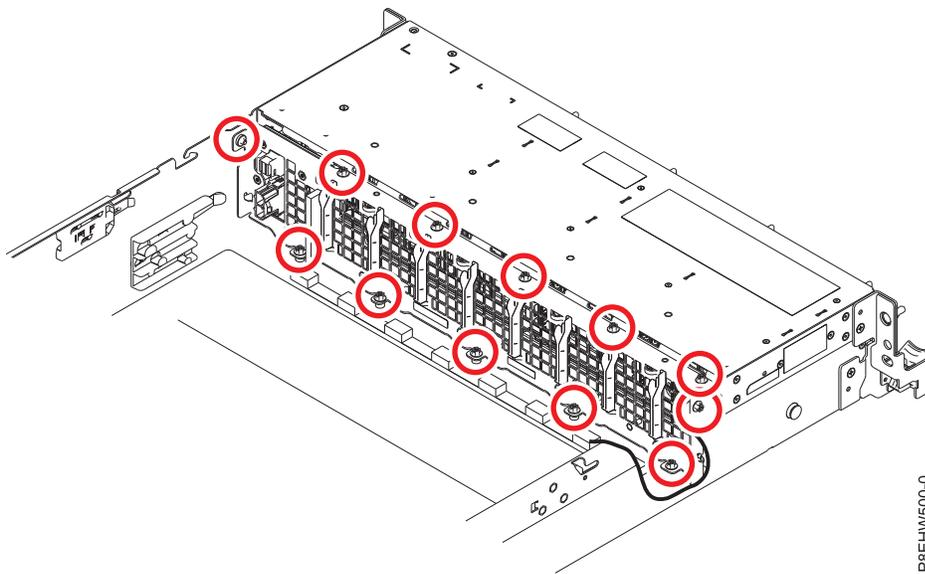

Figura 6. Ubicaciones de tornillos de la tarjeta de la unidad de disco y del ventilador
4. Vuelva a colocar los cinco tornillos de la parte inferior de la tarjeta de la unidad de disco y del ventilador. En la Figura 6 en la página 13 se muestran las ubicaciones de los 12 tornillos.